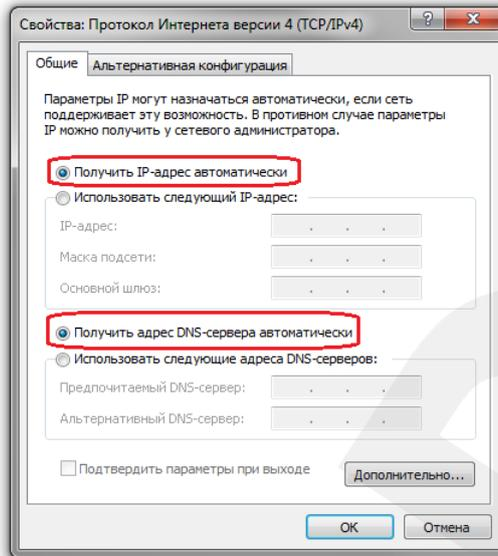

Рис. 6.6
**1. Получить IP-адрес автоматически:** IP-адрес назначается автоматически DHCP-сервером (Рис. 6.6). Если IP-адрес Вашему ПК выдается автоматически, тогда для определения параметров локальной сети перейдите к пункту 6.1.1 данного Руководства.